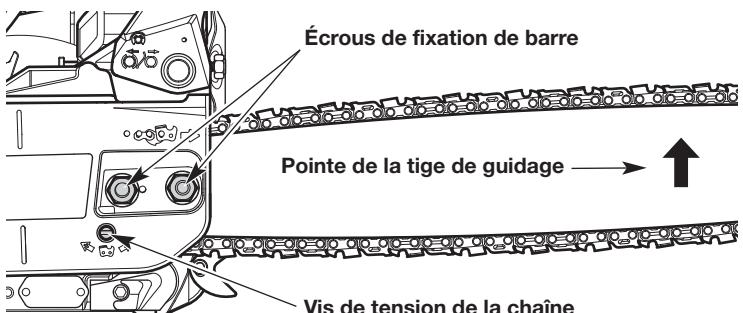

Fig. 26
- Utilisez l'outil polyvalent ou une clé de 13 mm (1/2 po) pour desserrer légèrement les écrous du guide-chaîne (Fig. 26).
- Tenez la pointe de la tige de guidage et utilisez un tournevis à tête plate pour visser la vis de tension de chaîne (Fig. 26).